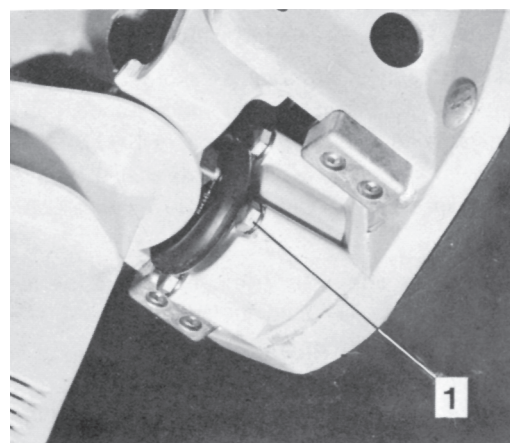

Fig. 46. Demontering av trimcylinder
1. Lossa de fyra skruvarna (1 fig. 46). Genom att svänga drevet styrbord resp. babord blir samtliga skruvar åtkomliga. Pressa ut drevet något och lyft bort trimcylindern. **OBS!** de två O-ringarna.